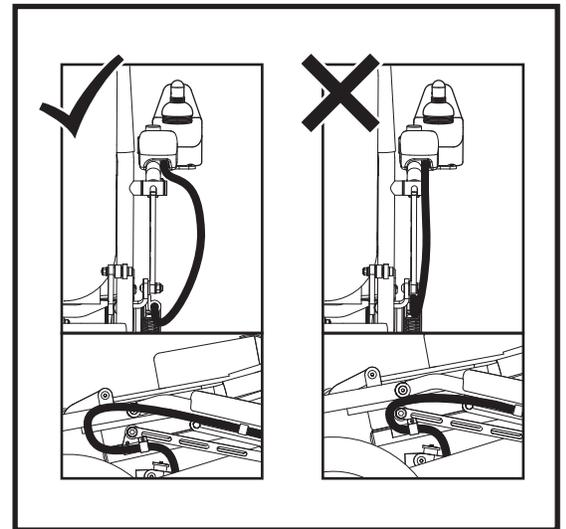

Figure 5. Point de pincement du faisceau du contrôleur
**REMARQUE:** *Assurez-vous que le harnais du contrôleur ne soit pas pincé lors du pliage et du déploiement de votre fauteuil motorisé, comme illustré à la figure 5. Si un pincement se produit, le harnais est tordu avant l'installation. Désinstallez et détendez le harnais du contrôleur, et assurez-vous lors de la réinstallation que votre fauteuil motorisé peut se plier et se déplier sans créer de points de pincement du harnais.*